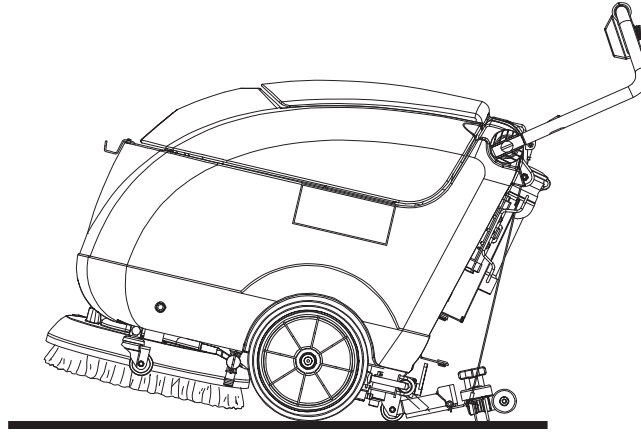

Figure 4
2. Soulever l'embouchure au moyen du levier (19).
3. Saisir le guidon (2) et le baisser légèrement jusqu'à ce que la roue arrière (7) touche le sol (Fig. 4). Tout en gardant la machine dans cette condition, la pousser dans le lieu de transport / stationnement.
4. Le travail effectué, afin de ne pas entraîner la brosse / disque sur le sol et de ne pas laisser des traces mouillées, déposer la brosse / disque de la tête à l'aide du dispositif de décrochage (pour la procédure, voir le paragraphe Après l'utilisation de la machine), puis l'appuyer sur le support (43).